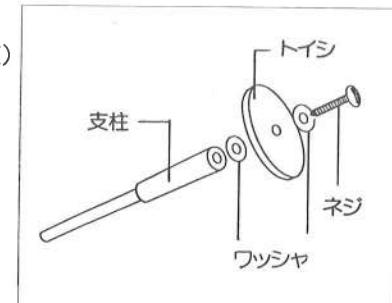

図6
- トイシの支柱(1005)をチャックに差し込み、固定して先端のネジを取り除いてください。(図6参照)